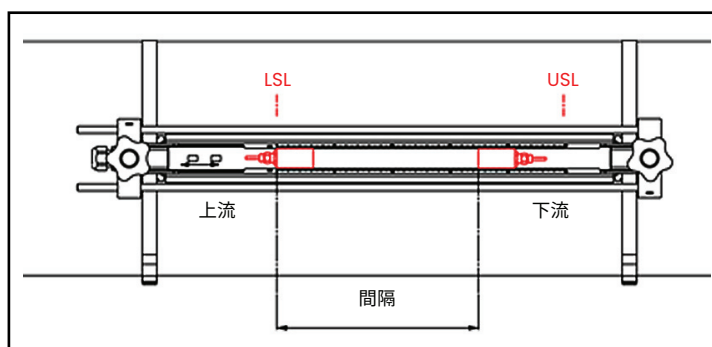

図 14：1 個の治具でトラバース数が 2 となる設置
5. 以下の図 14 に、設置完了例を示します。この図では、LSL は設置下限を、USL は設置上限を示しています。